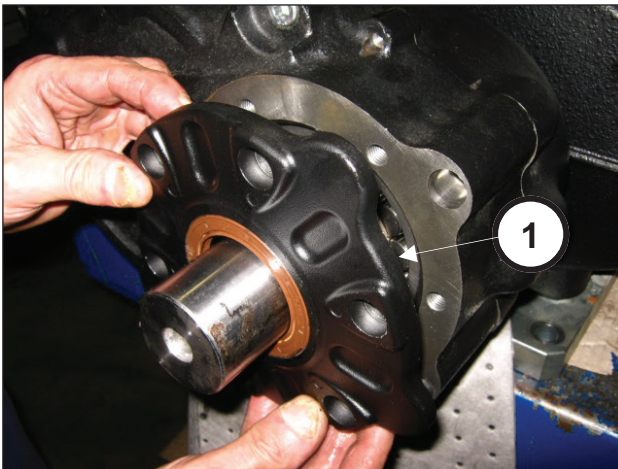

Abb. 86
Bauen Sie den Ritzeldeckel in den Sitz ein (Pos. ①, Abb. 86).